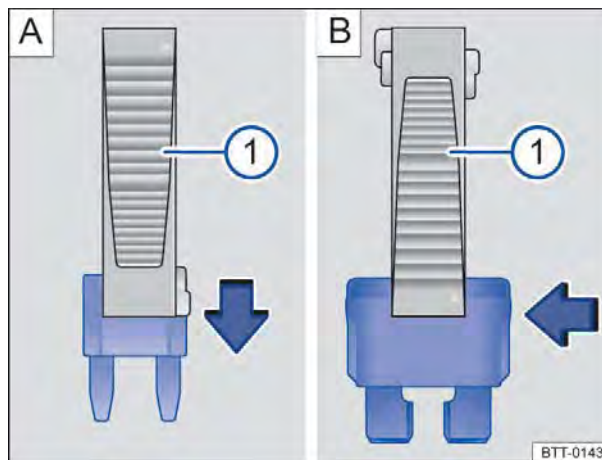

Fig. 243 Remover ou instalar um fusível com a garra da pinça de plástico ①.
- Se necessário, retirar a pinça de plástico ⇒ Fig. 243 ① da cobertura da caixa de fusíveis.
- Em caso de *fusíveis pequenos*, encaixar a garra ① por cima ⇒ Fig. 243 A.
- Em caso de *fusíveis maiores*, empurrar a garra ① lateralmente sobre o fusível ⇒ Fig. 243 B.